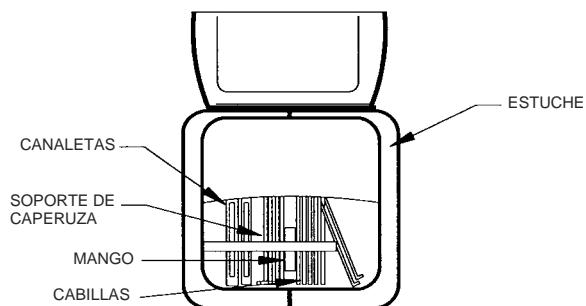

Figura 3—Desempacar el estuche
- 3: El estuche de accesorio, que se encuentra abajo del Electronic Balometer, quedará expuesto. Levante y jale la amarra para abrir el estuche. Ahora se ven los accesorios. Vea Figura 3. Remueva del estuche el soporte de la caperuza, las cabillas de soporte y el mango. Figura 3 también demuestra como se empacan las canaletas del bastidor. Si se va a instalar una caperuza de otro tamaño, remueva las piezas necesarias.